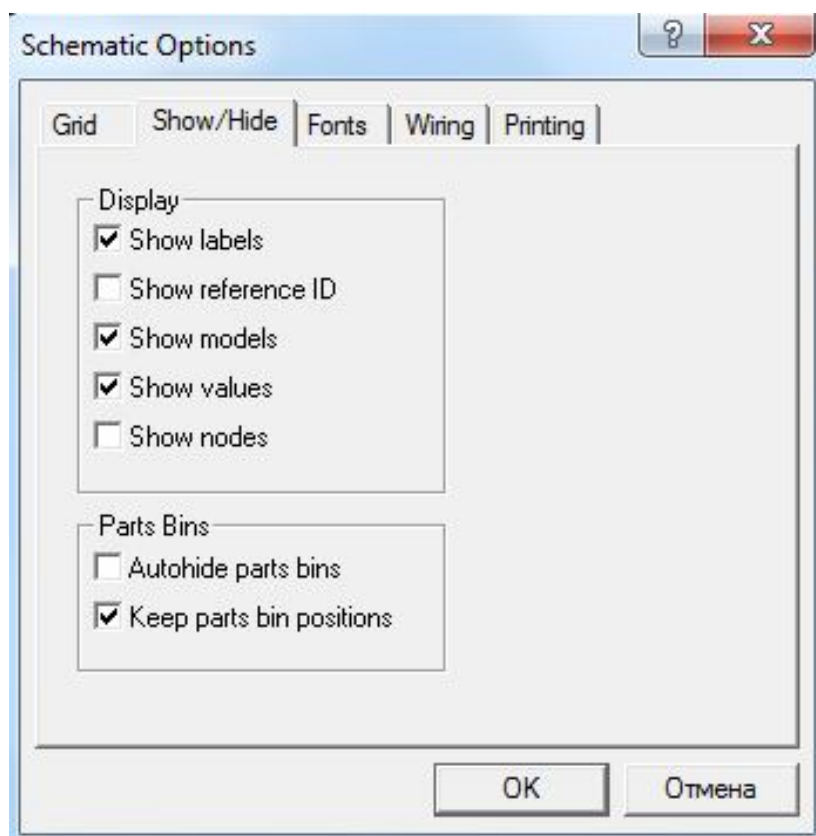

Рисунок 2.3 – Вкладки команди *Schematic Options*
- 5) вкладку *Printing* для встановлення масштабу інформації, яка виводиться на принтер (рис. 2.3).